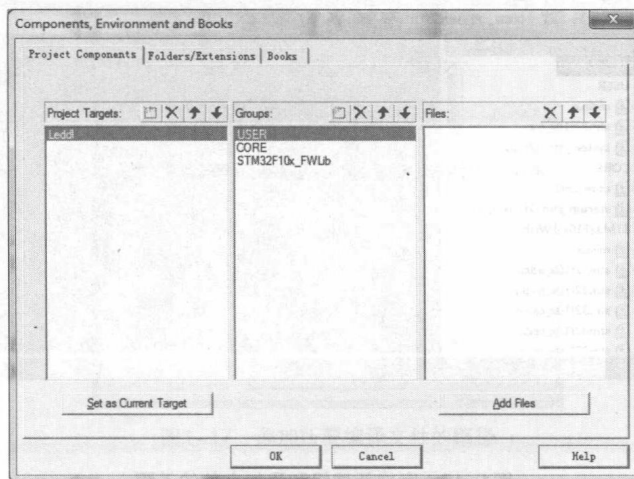

图1-13 新建的组
(4) 先把 Project Targets 栏下的 Target1 修改为 STM32_Project,把 Groups 栏下的 Source Group1 删除。然后在 Groups 栏(中间栏)单击新建  按钮(也可以双击下面的空白处),新建 USER、CORE 和 STM32F10x_FWLib 组,如图 1-13 所示。